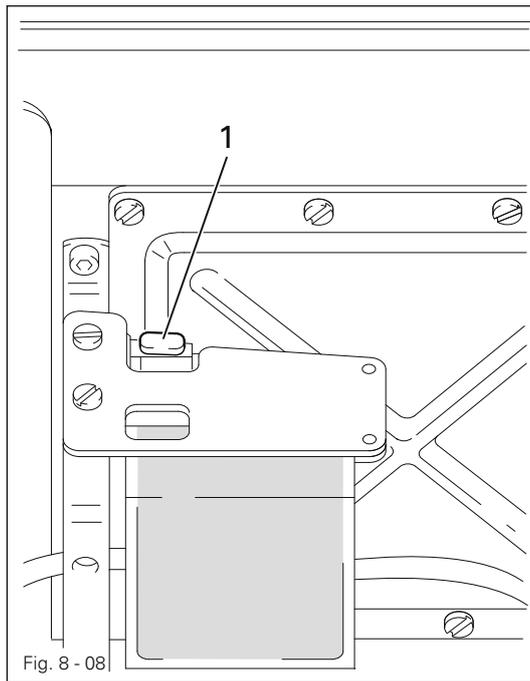

Fig. 8 - 08
- Retirar o tampão 1 do recipiente do óleo 2 (Fig. 8 - 08).